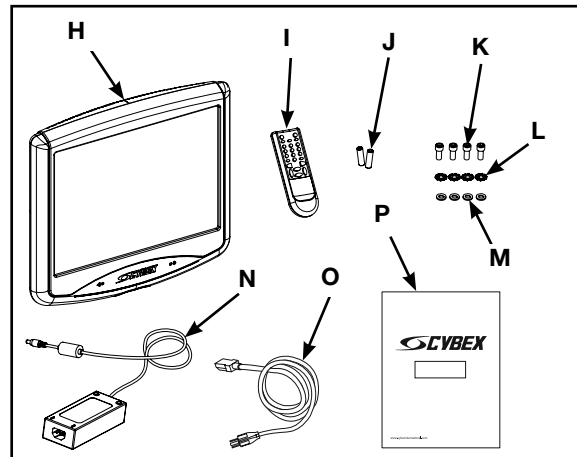

Figure 12
3. **Vérifiez le contenu du kit du moniteur illustré à la figure 12.**
- H. Moniteur (1), EE000005 or EE000007
- I. Télécommande (1), EM000000
- J. Piles de la télécommande, AAA (2), S/O
- K. Vis de montage, M4 x 0,7 x 10 mm (4), HC692860
- L. Rondelles, verrouillage externe (4), HS047300
- M. Rondelles plates M4 (4), HS097600
- N. Adaptateur c.a./c.c. (1), ET300038
- O. Cordon d'alimentation, 115 V c.a., 60 Hz. (les cordons spécifiques au pays sont fournis avec le produit) (1), EW600000
- P. Guide du propriétaire du moniteur personnel audio-vidéo (1), LT-20191